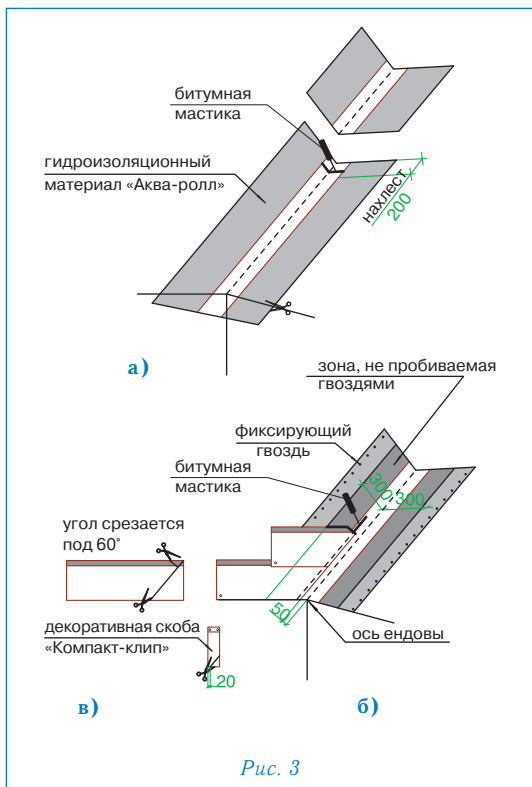

Рис. 3
### Ендова (рис. 3)
- ровно по центру ендовы расстилается специальный рулонный материал «Аква-ролл», фиксируется в верхней части двумя гвоздями и обрезается в нижней части по линии карниза (рис. 3а);
**2.** «Аква-ролл» укладывается с нахлестом 20 см, место нахлеста тщательно обрабатывается битумной мастикой (рис. 3а).
- непосредственно перед укладкой в ендову черепицы, защитная пленка с лицевой стороны «Аква-ролла» снимается и на самоклеящуюся поверхность укладываются листы черепицы, обрезанные в соответствии с заранее отбитыми линиями (рис. 3б);
**Внимание: 1.** Необходимо также подрезать верхний уголок обрезанного края листа (см. рис. 3в) для правильного стока воды.
**2.** Крепление обрезанного листа к медной части «Аква-ролла» осуществляется при помощи сплошной полосы битумной мастики (рис. 3б).
**4.** В случае, если скоба «Компакт-клип» приходится на место обреза листа, можно либо обрезать накладку, оставив минимум 2 см в нижней части (рис. 3в), либо произвести укладку листов без использования накладки.